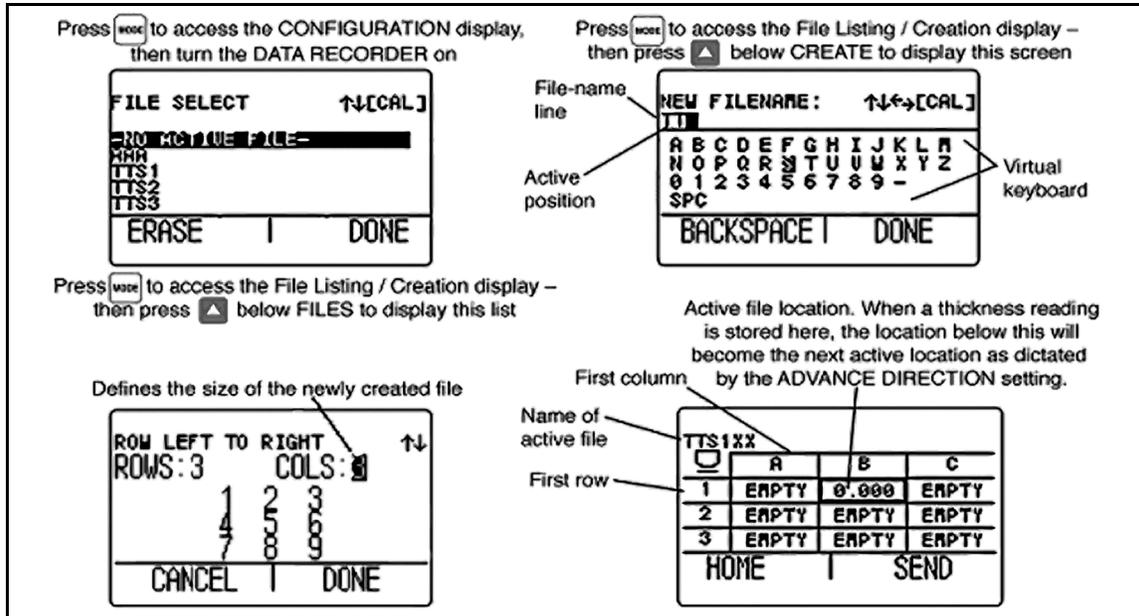

Abbildung 5: Ansicht Datei
- **Ansicht Datei** - Dient zum Anlegen und Speichern von Messwerten in Datenrecorder-Dateien. Diese Funktion ist nur bei installierter und aktiver Option Datenrecorder verfügbar (siehe Abbildung *Abbildung 5 auf Seite 12*). Bei aktiver installierter Option Datenrecorder können Sie Datenrecorder-Dateien anlegen, Messwerte speichern und in der Datenrecorder-Datei navigieren.